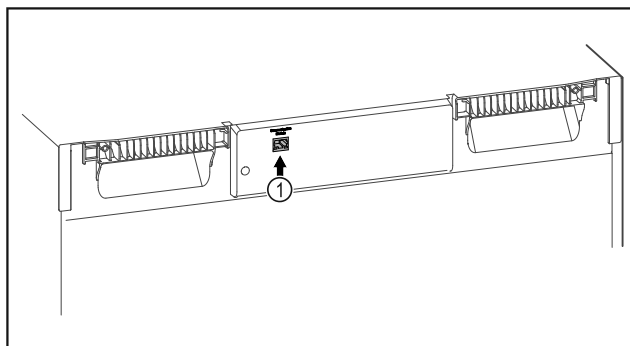

Fig. 114
- ☐ El SmartModule Fig. 114 (1) está colocado.